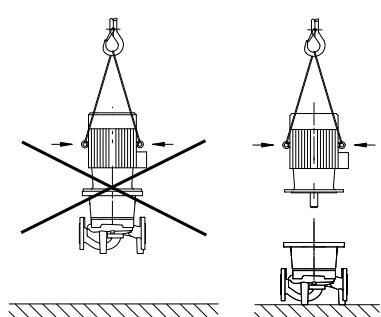

Fig. 20: Transport van de motor
- De hefogen aan de motor alleen gebruiken voor het dragen van de motorlast en niet voor het dragen van de totale pomp (Fig. 20).